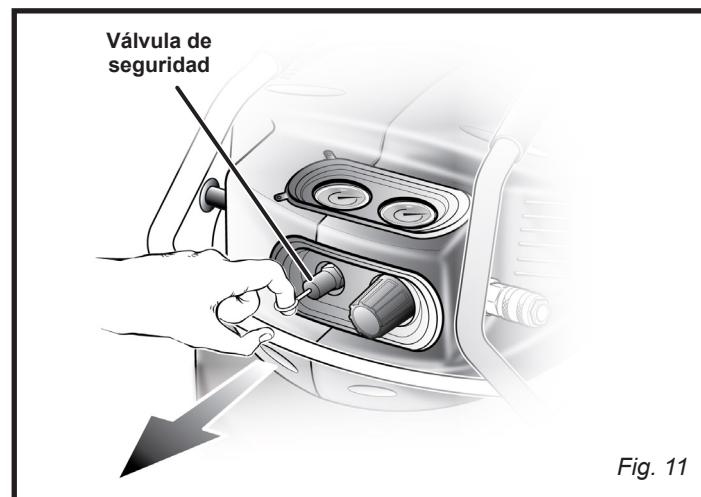

Fig. 11
- Tire del aro de la válvula de seguridad (Fig. 11) para soltar aire durante veinte segundos.